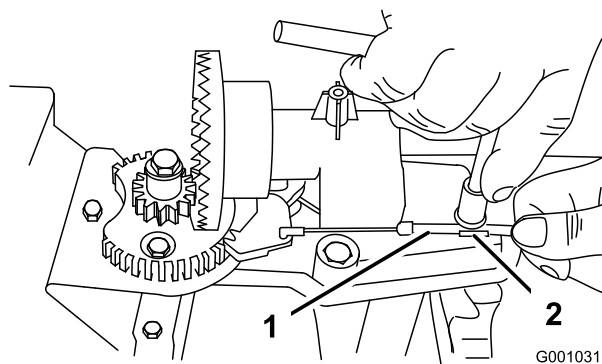
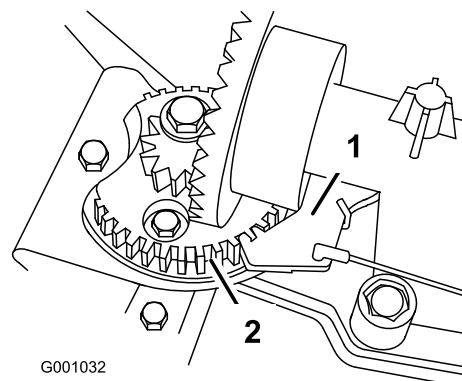

Figure 56
Figure 57
2. Desserrez le boulon du serre-câble (Figure 56).
3. Saisissez la gaine du câble et déplacez-la vers l'avant de la machine jusqu'à ce que le cliquet de verrouillage de l'éjecteur s'engage complètement dans les dents du secteur (Figure 56 et Figure 57).
Remarque: Le cliquet est rappelé par ressort et s'engage naturellement dans les dents du secteur (Figure 57).